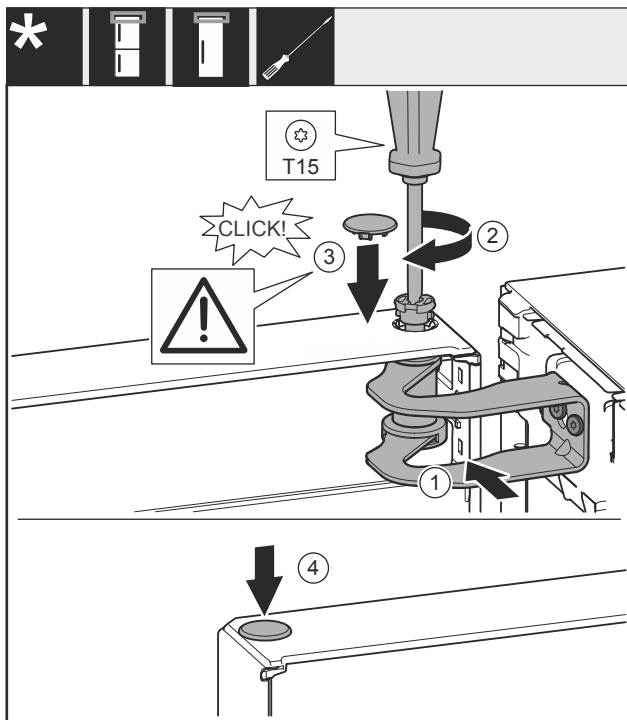

Fig. 25
- ▶ Tür zur Öffnung im Lagerbock Fig. 25 (1) ausrichten.
- ▶ Bolzen Fig. 25 (2) einsetzen und mit Schraubendreher festschrauben.
- ▶ Abdeckung Fig. 25 (3) einsetzen.
- ▶ Kontrollieren, dass die Abdeckung Fig. 25 (3) auf der Tür aufliegt.
- ▶ Abdeckung Fig. 25 (4) einsetzen.